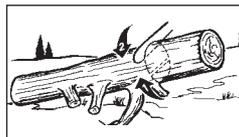

рис. 12B
2. Опора под одним концом ствола: сначала сделайте запил снизу на 1/3 диаметра, во избежание раскалывания. Затем пилите сверху навстречу первому запилу, избегая защемления (рис. 12B).